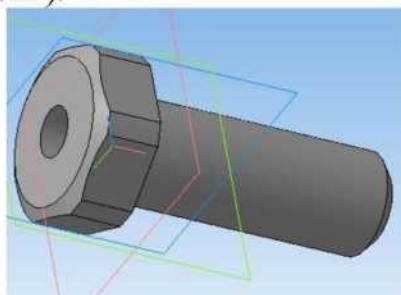

Рис. 12.
17. Вырежьте грани с помощью операции *Вырезать выдавливанием*. Сравните с образцом (рис.12).